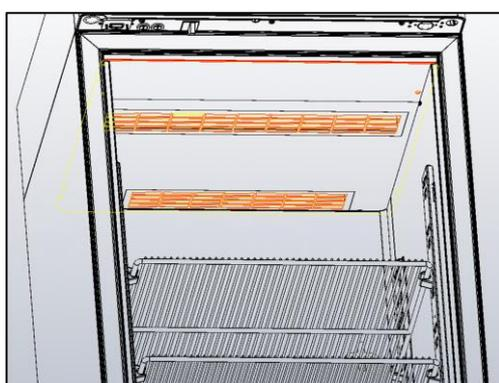
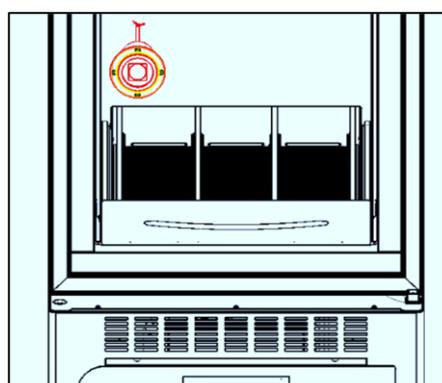

Figura 14 – bocchette di aerazione nella parte superiore del vano
Figura 15 – posizione valvola di equalizzazione
- ✓ Non ostruire le bocchette di areazione (figura 14) e le valvole di equalizzazione (figura 15) presenti sui modelli Superartic